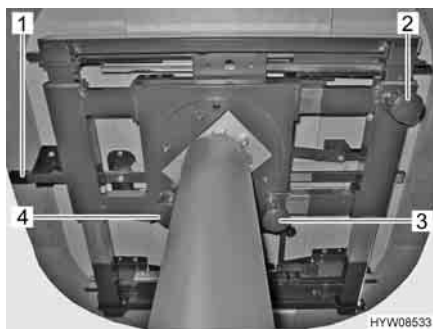
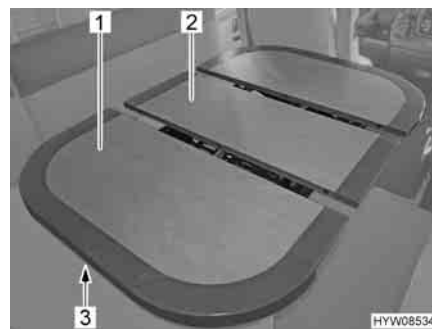

Fig. 75 Opzioni di regolazione sul tavolo
Fig. 76 Allungamento del tavolo
- Premere il tasto (Fig. 75,3) verso il basso e tenerlo in posizione.
- Premere il tasto (Fig. 75,2) verso il basso e tenerlo in posizione.
- Tirare il tasto (Fig. 75,4) del bloccaggio verso il basso.
- Spingere lo sbloccaggio (Fig. 75,1 e Fig. 76,3) verso l'alto.
- Tirare il piano del tavolo (Fig. 76,1), finché l'inserto centrale (Fig. 76,2) non arriva in alto e all'altezza del piano del tavolo.
- Premere lo sbloccaggio (Fig. 76,3) verso l'alto.
- Tirare il piano del tavolo (Fig. 76,1), finché l'inserto centrale (Fig. 76,2) non si libera.